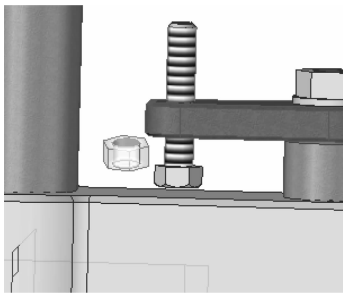

图 8-200 放置第8个零件
(1) 单击【主页】选项卡中的 【插入部件】按钮，在左侧弹出的【备选装配】对话框中选择【NUT STANDART M8】零件。按住鼠标左键将其拖动至绘图区域，在如图 8-200 所示的位置处松开鼠标左键，即可把零件放置到当前位置。